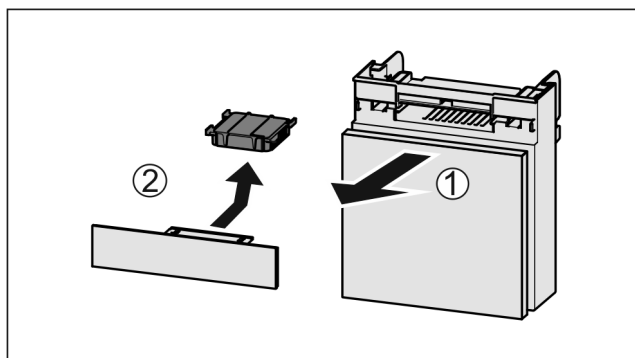

Fig. 116
- Zásuvku vytáhněte dopředu Fig. 116 (1).
- Filtr s aktivním uhlím vyjměte Fig. 116 (2).